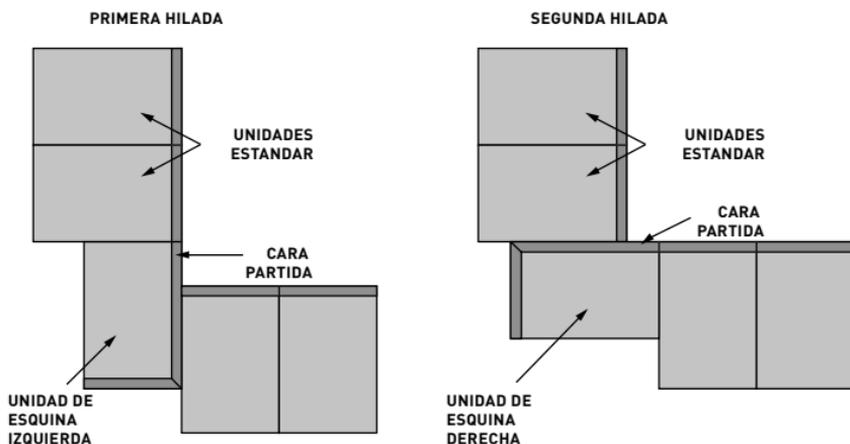

Figura 42. Instalación típica de una esquina interior.
*Instalación:* El proceso de instalación se inicia colocando unidades sobre una hilera que lleva a la esquina. Se coloca entonces la unidad de esquina de tal manera que la cara más pequeña quede escondida detrás de la construcción final. En algunas unidades de esquina, es posible que sea necesario alisar la cara partida  $\frac{2}{3}$  del extremo. Las unidades estándar se colocan como se muestra en la Figura 42. La parte posterior de estas unidades se extenderá más allá del extremo la unidad de esquina. Se coloca una unidad de esquina de la dirección opuesta en la hilera siguiente para trabar la esquina. Se colocan más unidades estándar para completar la hilera. El procedimiento se repite tantas veces como sea necesario.